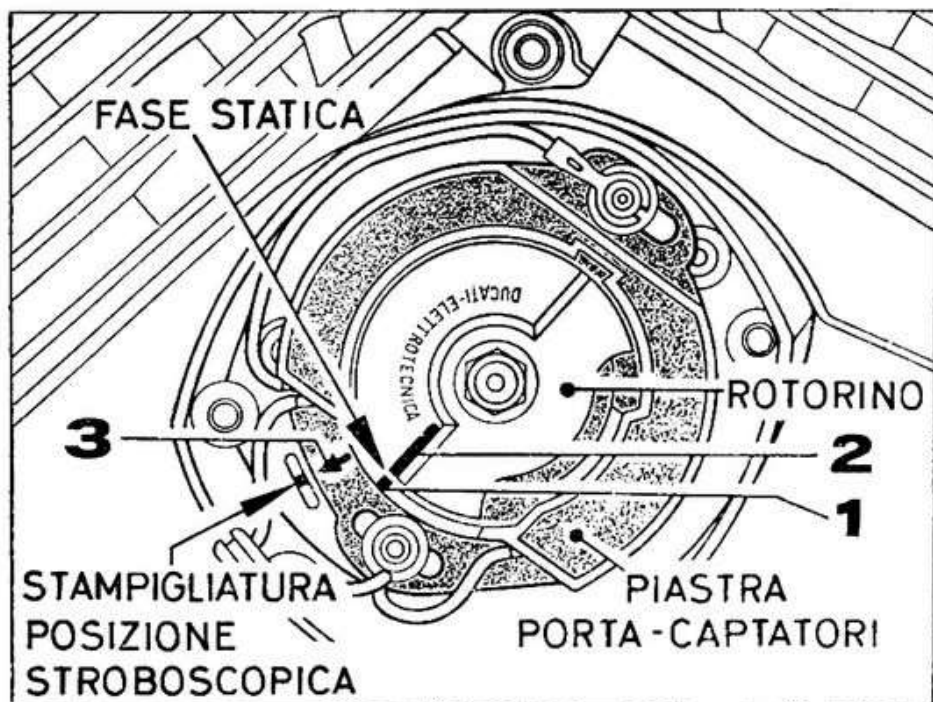
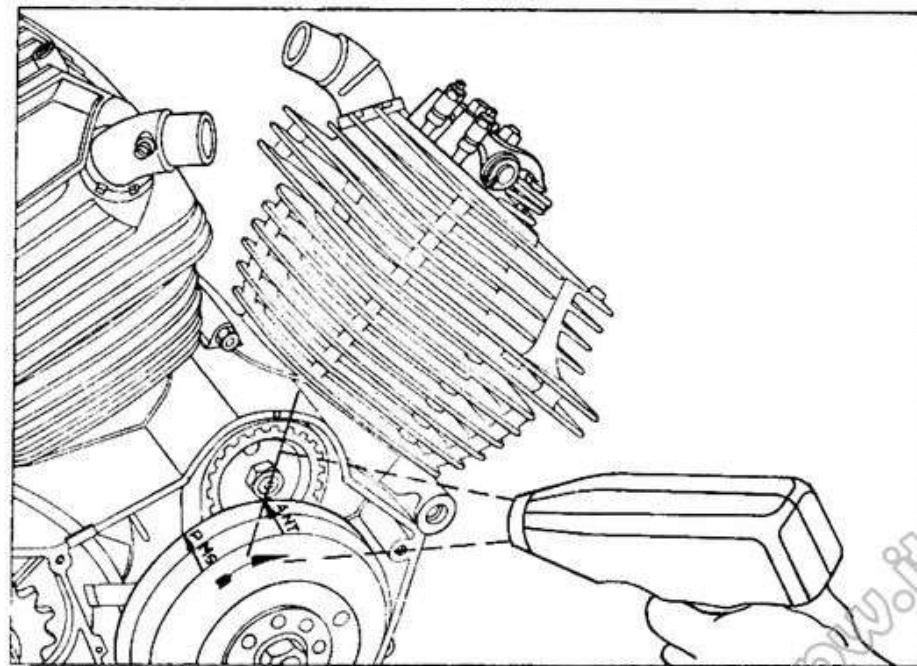

Fig. 14
Fig. 15
- 3 - Controllare con la luce della pistola stroboscopica la fase dei riferimenti sul volano (fig. 15). Qualora la freccia sul volano non corrisponda alla tacca sul carter agire sulla piastrina porta captatori con piccoli spostamenti (fig. 14).
- 4 - Ad azzeramento avvenuto, stampigliare sulla tacca del coperchio in direzione della freccia (punto 3) posta sulla piastrina captatori, il nuovo riferimento (fig. 14).
1 - Ruotare l'albero motore fino che la tacca sul volano indicata con ANT. 1 sia in corrispondenza con il punto segnato sul semicarter (fig. 15).
2 - Agire sulla piastra porta captatori ruotandola fino a porre la tacca sulla piastra (punto 1) in corrispondenza di quella sul rotorino (punto 2) (fig. 14) poi fissare la piastra.